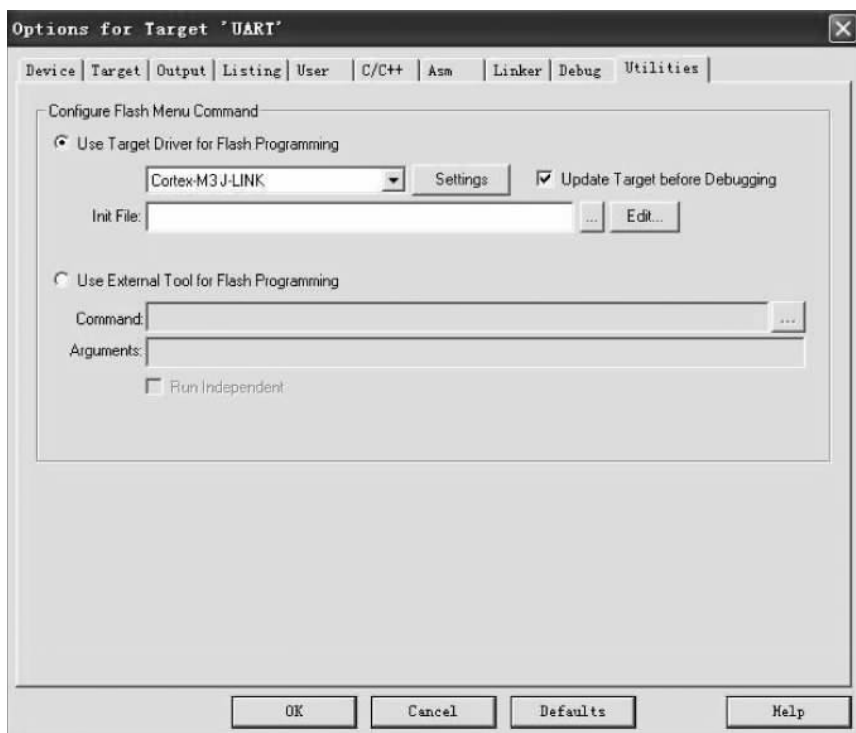

图 3-8 Utilities 标签界面
(7) 设置完后进入 Utilities 标签里选择 CM3 J-Link,如图 3-8 所示。